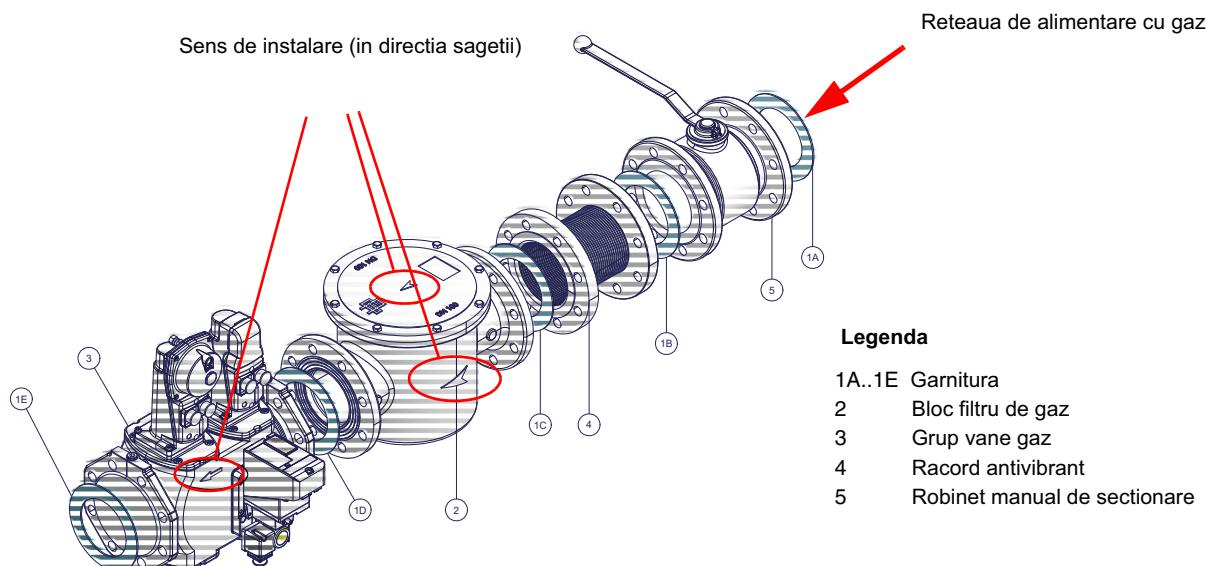

Fig. 5 - Exemplu de rampa gaz
- 1-b) in cazul imbinarilor cu flansa : introduceti o garnitura (poz. 1A...1E - Fig. 5) intre elementele de imbinat ;